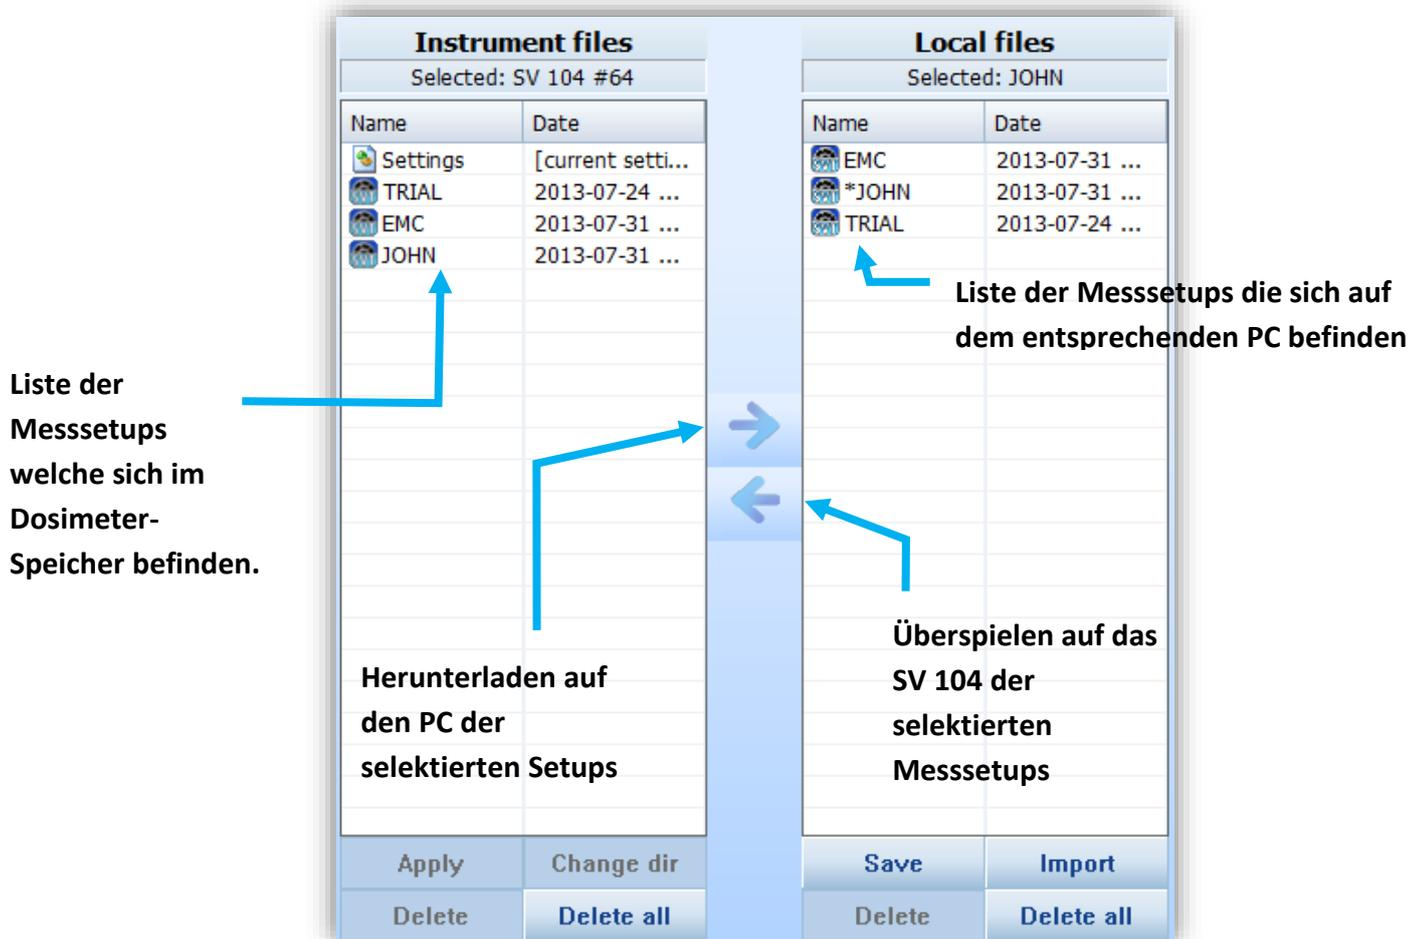

Abbildung 42: Setup-Manager Fenster
1. Wählen Sie die "Settings" Reihen Position im Setup Manager Fenster Links oben (Abbildung 42)
3. Wählen Sie die nun auch rechts erscheinende "Settings" mit einem Klick aus. Danach sollten auf der rechten Seite von der Abbildung 42 eine Konfiguration-Tabs erscheinen. Dies ist die sogenannte Instrumenten-Konfigurationsfenster im Supervisor Fenster (siehe Abbildung 38).